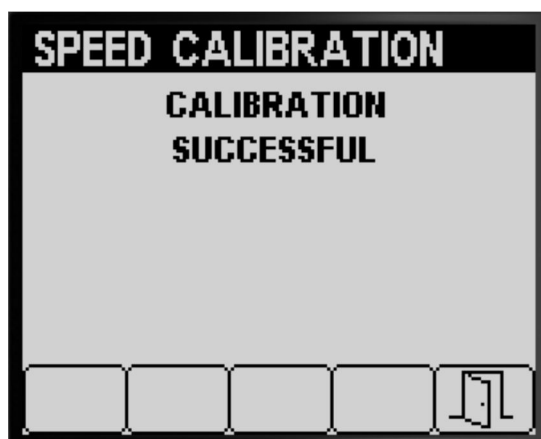
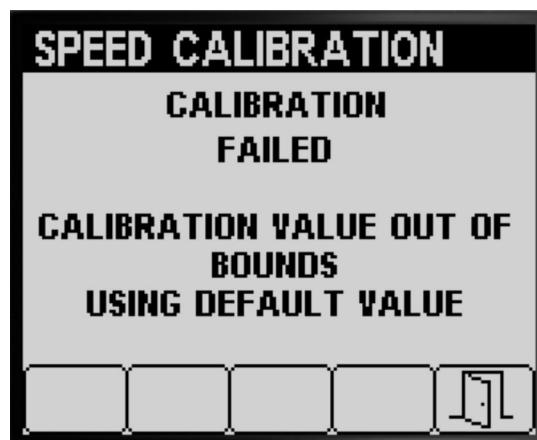

Figura 68
Figura 69
- Surge uma mensagem a confirmar que a calibração da velocidade foi bem-sucedida (Figura 68).
- Surge uma mensagem a indicar que a calibração da velocidade não foi conseguida (Figura 69).
**Nota:** Se o valor da calibração estiver fora dos limites (Figura 69), contacte a assistência técnica autorizada Toro; caco contrário, reveja a mensagem de erro e repita os passos da calibração em Preparação da calibração de velocidade (página 22), e Efetuação da calibração da velocidade (página 24).
5. Prima o botão 5 para sair do ecrã Calibração da velocidade (Figura 68 ou Figura 69).